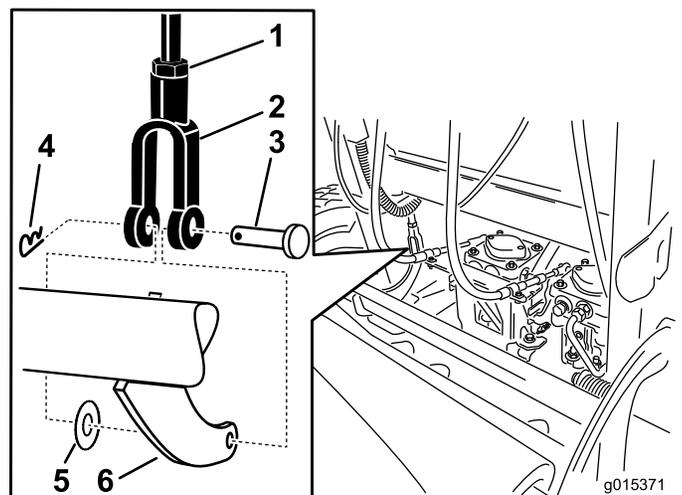

図 64
5. ブレーキの調整を行うには、下ブレーキレバーとヨークからクレビスピンとヘアピンコッターを外す 図 64。
6. ジャムナットをゆるめる 図 64。
7. ヨークを回転させる 図 64。
8. ヨークを下ブレーキレバーに固定する クレビスピンとコッターピンを使用 図 64。
9. ジャムナットを締める 図 64。